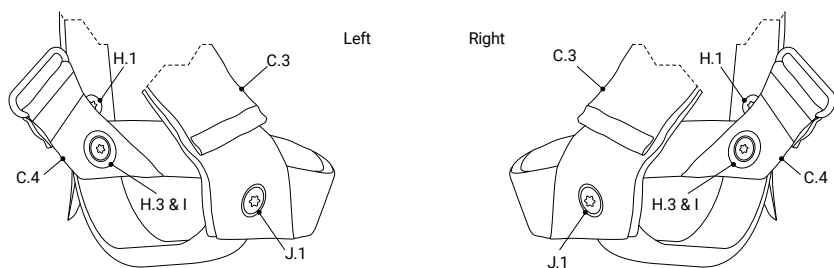

図 3: 下部ベルクロストラップ
20.020の取り付けでは、インステップストラップ (C.3) とストラップ付き縫い付けリング (C.4) を図3のように配置してください。